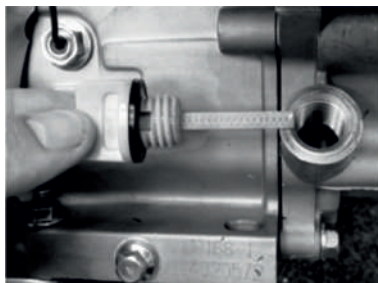

Рис. 8
2. Выкрутите пробку маслозаливной горловины (рис. 8)
1. Выкрутите пробку маслозаливной горловины (рис. 8)